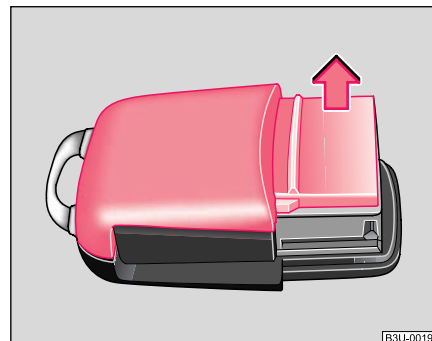

Fig. 20 Boîtier de la pile sans protection de la clé
- Retirez le couvercle du boîtier de l'émetteur ⇒ fig. 20 dans le sens de la flèche.